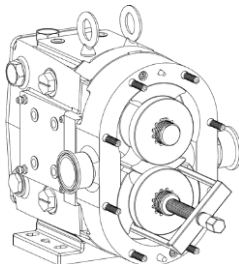

Figura 26: Retirar rotores (Tirador de engrane)
4) Retire los rotores orientándolos perpendicularmente entre sí y luego jalándolos hacia afuera. Es importante tener cuidado con los rotores para que no se dañen. Si es difícil retirar los rotores, use una palanca de nylon o de madera para sacarlos sin dañar el cuerpo o los rotores. Si es necesario, use un tirador de engranes en la orientación que se muestra en la figura 26 y maneje con precaución.